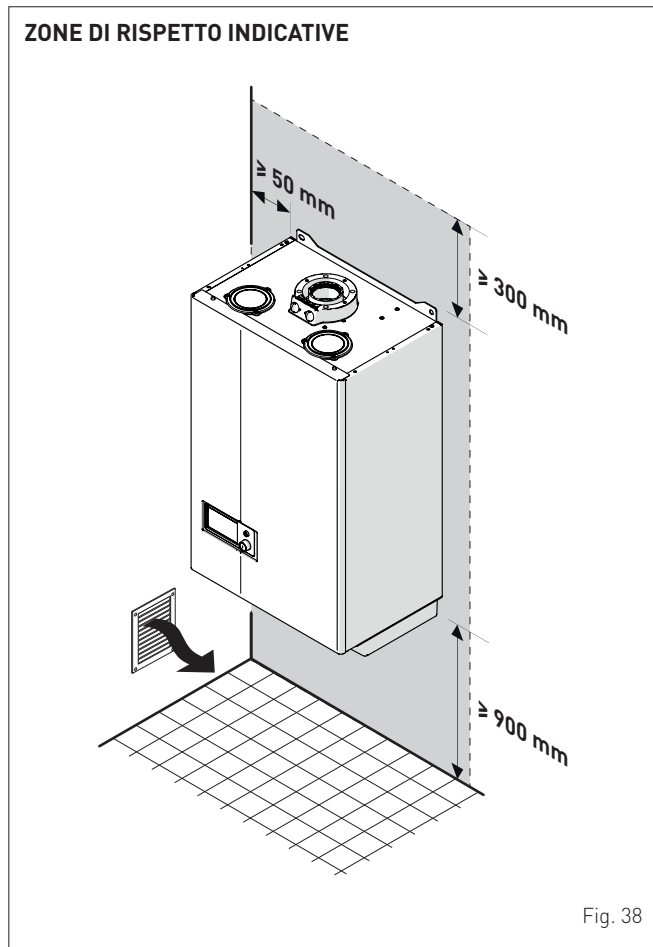

Fig. 38
- Tenere in considerazione gli spazi necessari per l'accessibilità ai dispositivi di sicurezza/regolazione e per l'effettuazione delle operazioni di manutenzione (vedere Fig. 38).